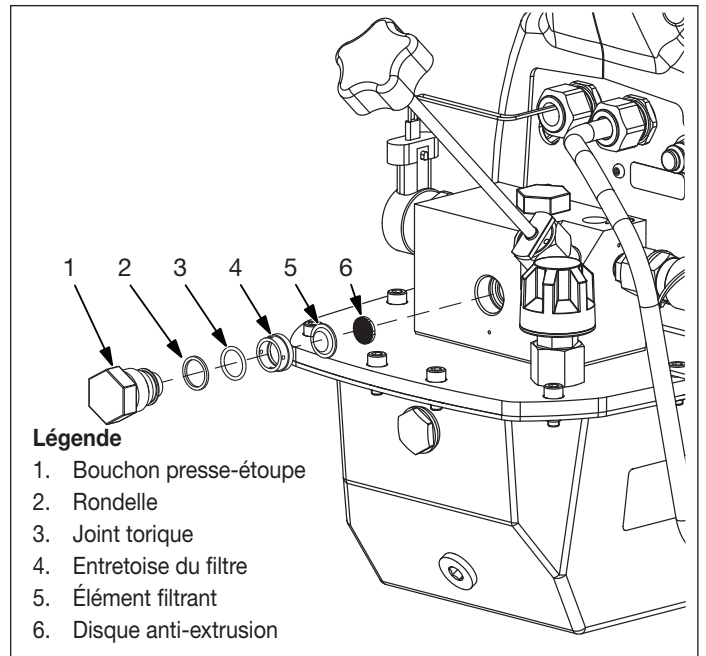

Figure 10, Élément filtrant
5. À l'aide d'une clé ou d'une douille de 1", dévissez et retirez le bouchon presse-étoupe du collecteur de vannes. Voir la Figure 10.